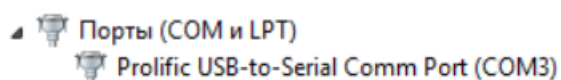

Рисунок 2.3. Определение COM-порта в диспетчере устройств
6. Определить номер COM-порта (либо номер виртуального COM-порта), к которому подключен кабель KC14 (см. «Диспетчер устройств» Windows) (рисунок 2.3).